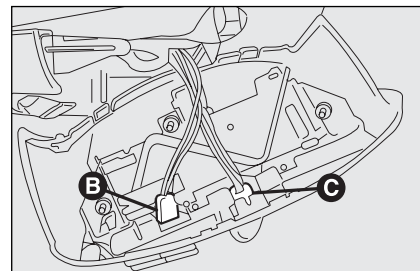

fig. 44
- ☐ desenchufe los conectores eléctricos **B**-fig. 44 y **C**;